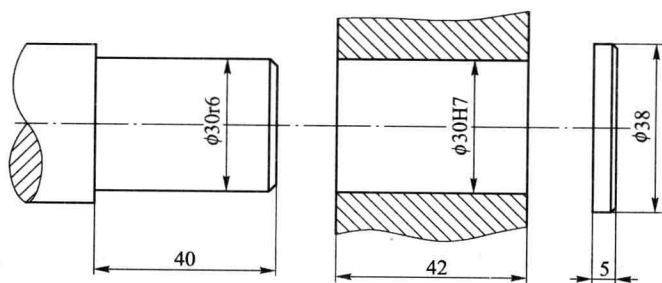

图 3.15
已知: (1) 轴端、轴毂及轴端挡圈尺寸如图 3.15 所示; (2) 采用 M6 × 16 六角头螺栓。